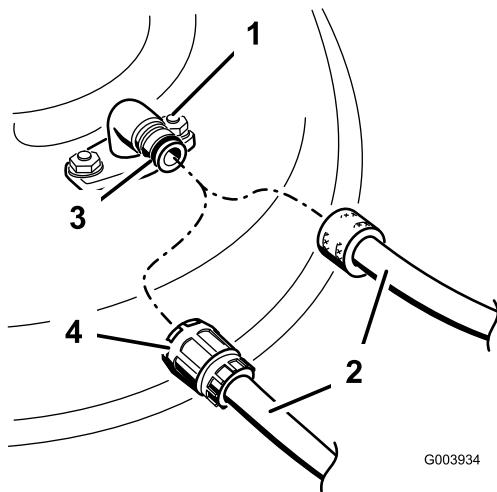

Figure 80
3. Branchez le raccord du tuyau au raccord de lavage du plateau de coupe et ouvrez l'eau en grand (Figure 80).